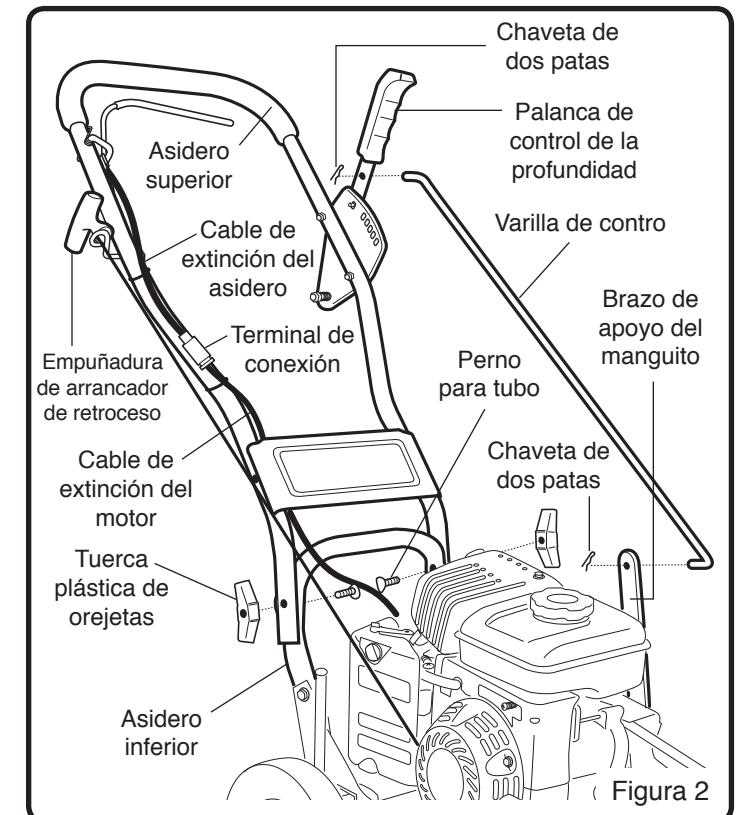

Figura 2
NOTA: Consultar la figura 2 al seguir los pasos enumerados a continuación:
1. Montar el asidero superior sobre el asidero inferior con los dos (2) pernos para tubo y las dos (2) tuercas plásticas de orejetas (Véase la figura 2). Apretar firmemente a mano las tuercas de orejetas.